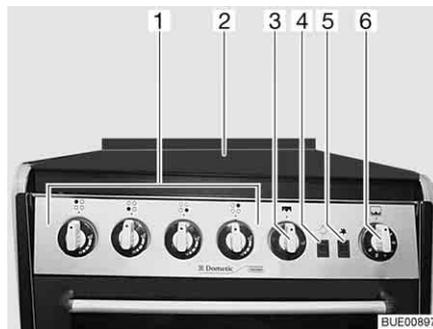

Fig. 164 Cocina de gas con horno y grill
- Abrir la tapa de la cocina de gas (Fig. 164,2).
- Girar el regulador giratorio (Fig. 164,1) correspondiente al quemador deseado a la posición de encendido (llama alta) y presionarlo.
- Presionar el botón de encendido (Fig. 164,5) tantas veces como sean necesarias hasta que arda la llama.
- ▷ Con el interruptor (Fig. 164,4) se conecta y desconecta la luz del horno.
- Presionar ligeramente el regulador giratorio (Fig. 164,3) y girarlo a la posición de encendido (llama alta).
- Presionar el botón de encendido (Fig. 164,5) hasta que arda la llama.
- Presionar el regulador giratorio (Fig. 164,6) ligeramente y girarlo a una posición de encendido entre 1 y 6.